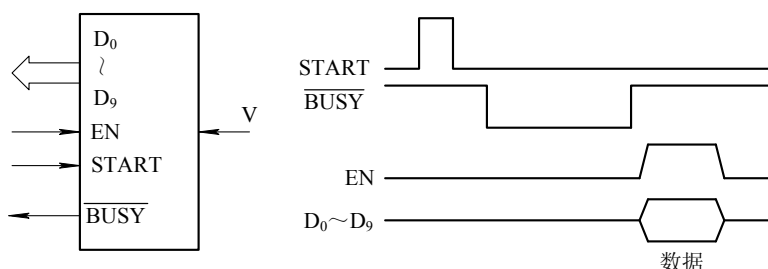

图 8.60 10 位 A/D 变换器及其时序
8.9 若某 10 位 A/D 变换器芯片的引脚简图及工作波形如图 8.60 所示。试画出该 A/D 芯片与 16 位 ISA 总线相连接的接口电路图，并编制采集子程序，要求将采集到的数据放入 BX 中。接口芯片及地址自定。